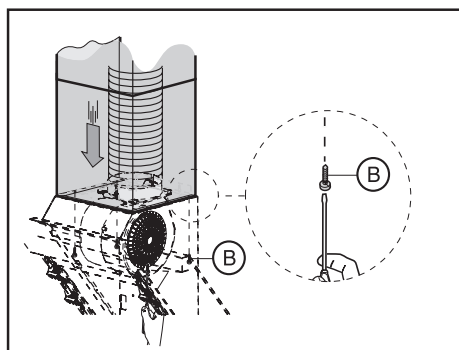

Рис. 15
10. Если на Вашей вытяжке предусмотрено крепление наружного декоративного короба к корпусу вытяжки, то закрепите его с помощью винтов **B**, как показано на рис. 15, если крепление не предусмотрено, то монтаж вытяжки завершен.